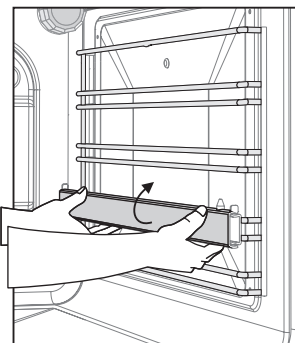

Рис. 3
***Телескопические полки** крепятся на проволочные направляющие и служат для выдвижения готовящегося блюда за пределы горячей духовки. Телескопические полки могут быть установлены на разной высоте, в зависимости от того, на каком уровне должно идти приготовление пищи. Чтобы переустановить телескопическую полку, необходимо отвести ее нижний край (рис. 3), а затем движением вниз снять с проволочных направляющих. Установка на другой уровень производится в обратной последовательности.